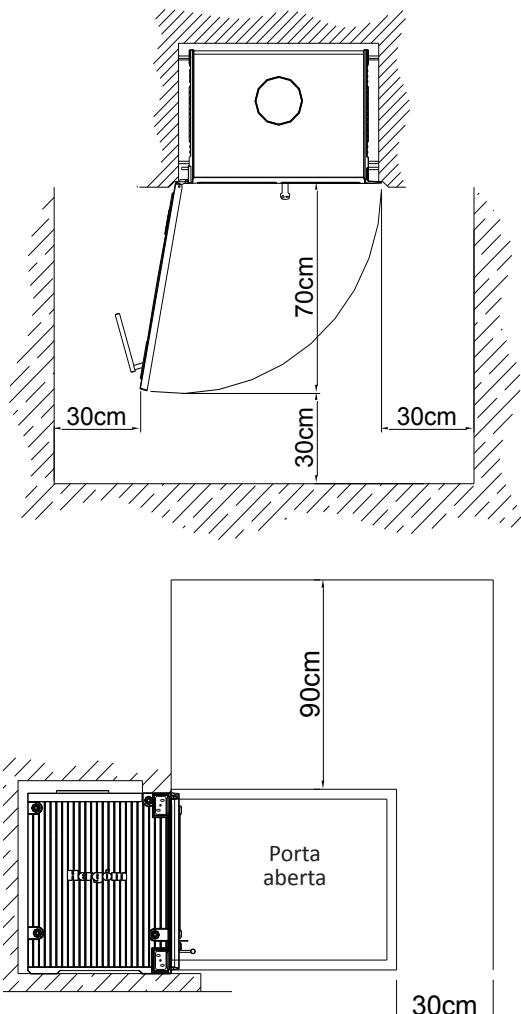

FIG. 9
- Mantenha afastado qualquer material combustível (móvels, cortinas, roupa, etc.), a uma distância mínima de segurança de 0,90 m. (Fig. 9)